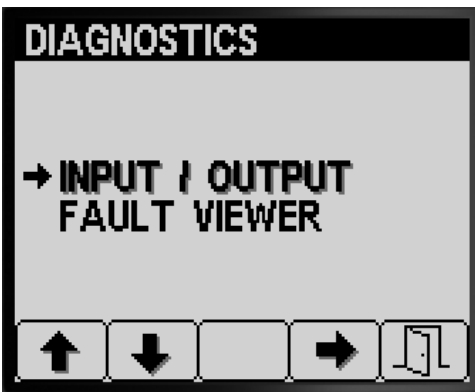

Bild 84
- Drücken Sie Taste 1 oder Taste 2 auf dem Bildschirm „Diagnostik“, bis Sie die Option INPUT/OUTPUT erreichen (Bild 84).
2. Drücken Sie Taste 3, um den Eintrag INPUT/OUTPUT auszuwählen (Bild 84).
4. Drücken Sie Taste 5, um den Bildschirm INPUT/OUTPUT zu beenden und auf den DIAGNOSTIK-Bildschirm zu gehen (Bild 84).